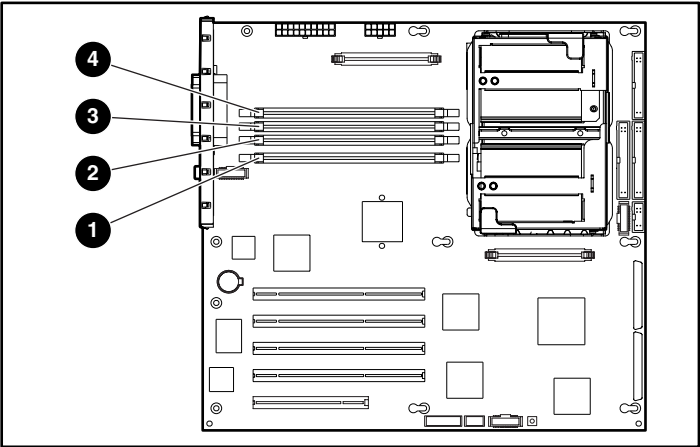

Figura 3-25: Localização dos soquetes de DIMM
- Preencha primeiro os soquetes de DIMM 1 e 2 antes de instalar nos soquetes 3 e 4 (se necessário). Consulte as seções figura 3-25 e table 3-3.
Este servidor suporta até 8 GB de memória. A memória pode ser instalada em separado na posição 1 do soquete de DIMM (memória não entrelaçada) ou em combinações de módulos de 128 MB, 256 MB, 512 MB, 1 GB e 2 GB (para suportar a funcionalidade de memória entrelaçada). O servidor tem quatro soquetes DIMM localizados na placa do sistema (consulte a seção figura 3-25).